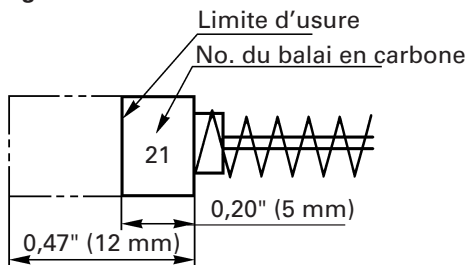

Fig. 6
4. Contrôle des balais en carbone (Fig. 6)
REMARQUE : Utiliser le balai en carbone HITACHI No. 21 indiqué sur la Fig. 6.